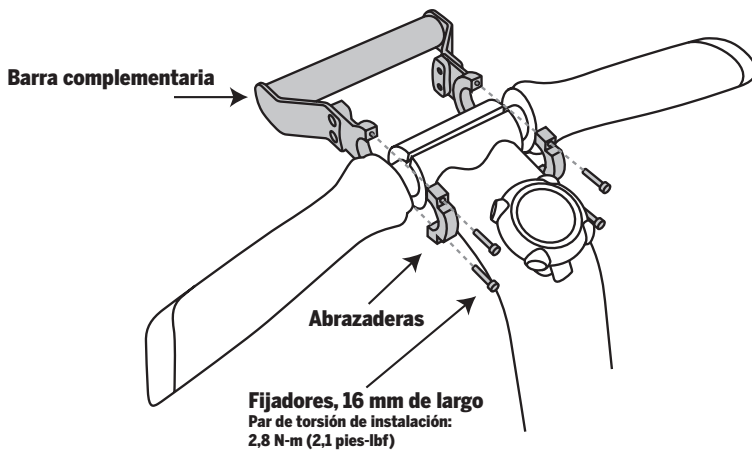
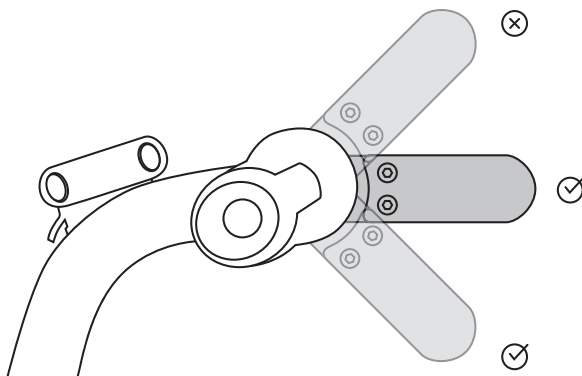

Figura 2. Cómo instalar la barra complementaria en el manillar
Figura 3. Asegúrese de colocar la barra complementaria delante o debajo de la abrazadera del manillar
3. Instale la barra complementaria y las abrazaderas sobre la sección expuesta del manillar. Consulte la figura 2.
4. Rosque ligeramente a través de las (2) abrazaderas de la barra complementaria los (4) fijadores de 16 mm de largo incluidos.
5. Asegúrese de colocar la barra complementaria delante o debajo de la abrazadera del manillar. Consulte la figura 3.